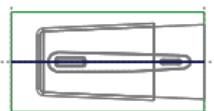
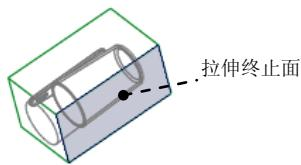

图 7.12 截面草图
图 7.13 选取拉伸终止面
(3) 绘制截面草图。选取坯料的边线和 MOLD_PARITING_PLN 基准平面为草绘参考; 单击 **关闭** 按钮。绘制图 7.12 所示的截面草图 (截面草图为一条线段); 完成截面的绘制后, 单击“草绘”操控板中的“确定”按钮 。
(4) 设置深度选项。
- ① 在操控板中选取深度类型  (到选定的)。
- ② 将模型调整到合适位置, 选取图 7.13 所示的模型表面为拉伸终止面。
- ③ 在操控板中单击  按钮。完成特征的创建。